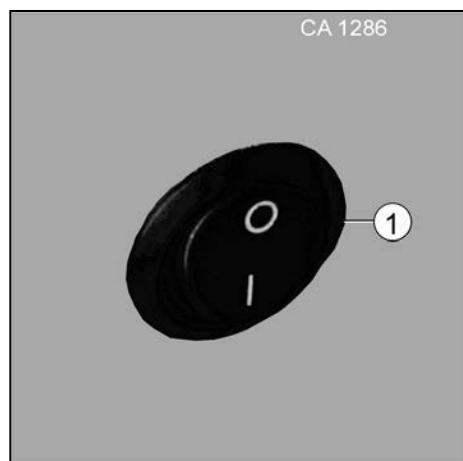

Fig. 115 Éclairage du double plancher
1. Allumer et éteindre l'éclairage du double plancher avec l'interrupteur (Fig. 115/1).